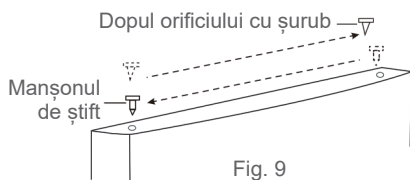

Fig. 9
10. În partea superioară a ușii din partea de jos, scoateți manșonul de știft din dreapta și bușonul orificiului șurubului din stânga, apoi fixați-le din nou pe amândouă inversând poziția acestora (→ Fig. 9).